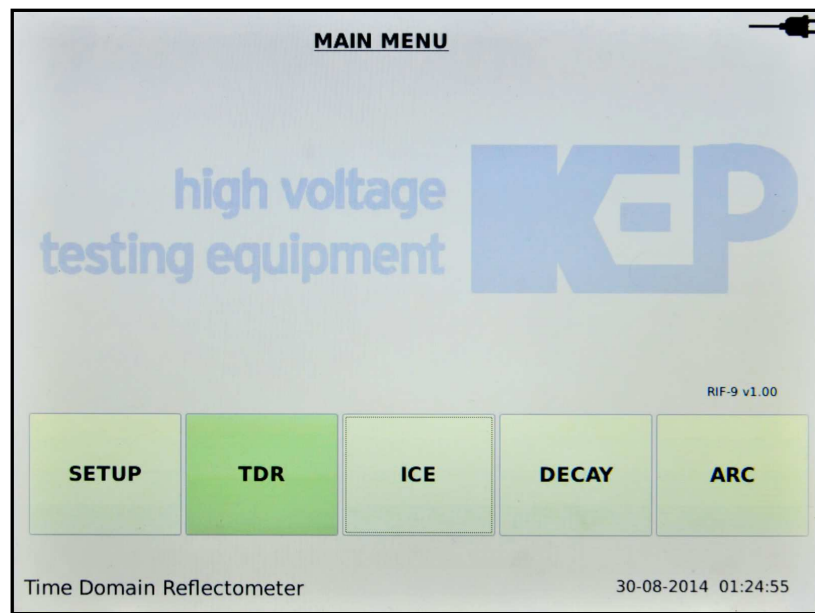

Рисунок 5 – Окно выбора режимов работы прибора
2.2.3 Выбрать режим работы «**TDR**» (см. рисунок 5). Выбор режимов работы можно осуществить или касанием на дисплей, или вращением рукоятки энкодера с последующим её нажатием.